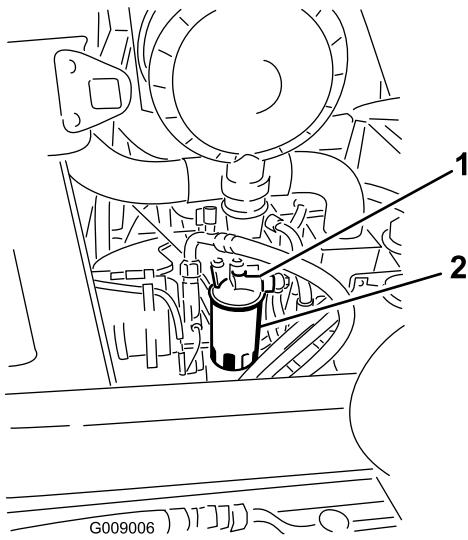

Figura 60
1. Limpie la zona alrededor del cabezal del filtro de combustible (Figura 60).
2. Retire el filtro y límpie la superficie de montaje del cabezal del filtro (Figura 60).